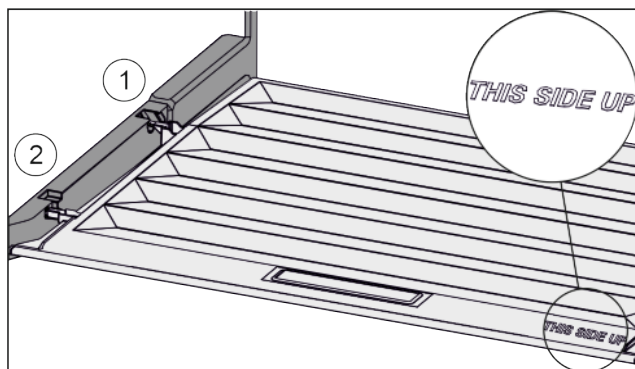

Fig. 45
- ▶ Ramiona pokrywy wprowadzić ponad otworem tylnego uchwyty Fig. 45 (1) i zazębić z przodu w uchwycie Fig. 45 (2).